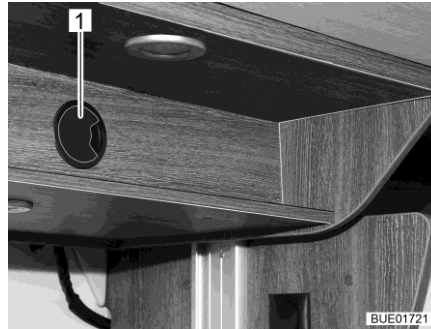

Bild 150 Åtkomst till drivenheten (bakre åtkomstöppning i panelen)
- Dra av locket för åtkomstöppningen (Bild 150,1) om det finns ett.